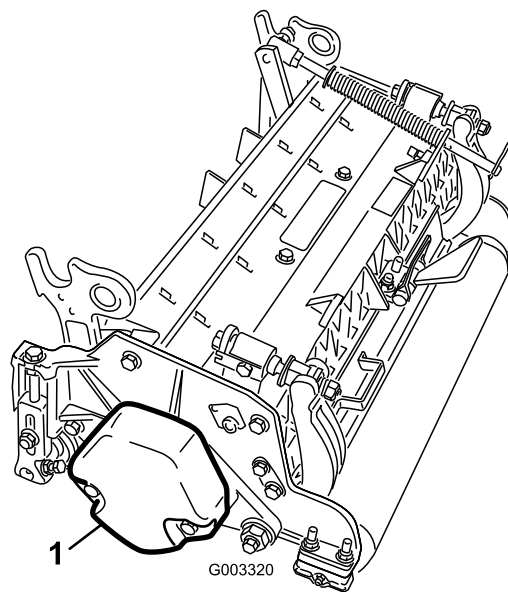

図 3
4. カウンタウェイト (図 3) を、決められている側に取り付けるカッティングユニットのオペレーターズマニュアルを参照。